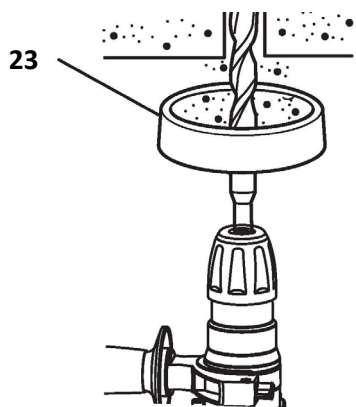

Рис.7
- Установите на бур пылезащитную насадку **(23)** (пыльник патрона) (Рис.7) из комплекта изделия и приступите к сверлению. В процессе перфорирувания запрещается прикладывать большое усилие к перфоратору, его необходимо только слегка направлять. Повышенное усилие не увеличивает силу удара, а только создает ненужные дополнительные нагрузки электродвигателю! Для получения максимальной производительности в процессе сверления с ударом следует работать на максимальной частоте вращения шпинделя перфоратора.